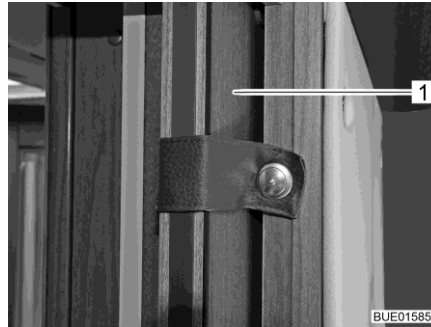
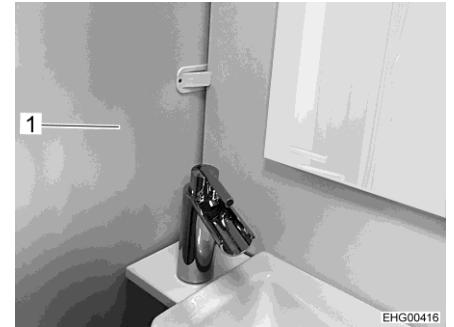

Bild 13 Schiebetür
Bild 14 Duschtrennwand
- Türen (Bild 13,1) oder Trennwände (Bild 14,1) mit den vorhandenen Verriegelungen oder Befestigungsmitteln sichern.